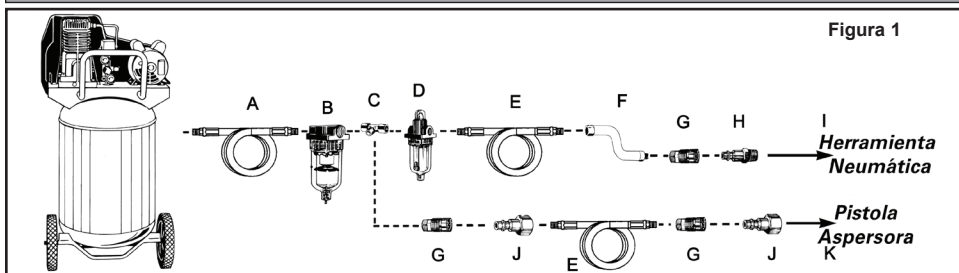

Figura 1
- Conecte la herramienta al acoplador rápido de la manguera de aire. **NOTA: Se recomienda utilizar una manguera de conexión flexible con un cabezal giratorio (no incluida) para evitar que la manguera de aire se doble, enrosque o gaste demasiado (ver ítem "F" en la figura 1 para las conexiones recomendadas).**
Para conservar el funcionamiento óptimo de la herramienta neumática, debe ser lubricada cada vez que se utiliza. Las partículas, el polvo, el óxido y los residuos de aceite se acumulan dentro de la herramienta y reducen su desempeño. Se recomienda utilizar un engrasador en línea para una lubricación automática adecuada de la herramienta (ver Figura 1). Si no dispone de un engrasador en línea, puede lubricar la herramienta de forma manual a través del orificio de entrada (ver Figura 4).